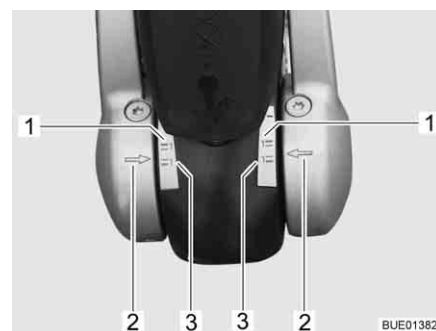

Fig. 157 Indicatore guarnizioni di attrito a sinistra e a destra
- Se le frecce sulla flangia di fissaggio disco (Fig. 157,2) si trovano sotto o sulla superficie di marcatura verde (Fig. 157,3), le guarnizioni di attrito sono considerate ancora nuove.
- Se le frecce sulla flangia di fissaggio disco si trovano all'interno delle superfici di marcatura (Fig. 157,1 e 3), le guarnizioni di attrito sono leggermente consumate.
- Se le frecce sulla flangia di fissaggio disco si trovano al di sopra della superficie di marcatura rossa (Fig. 157,1), le guarnizioni di attrito sono consumate. Far sostituire le guarnizioni di attrito.